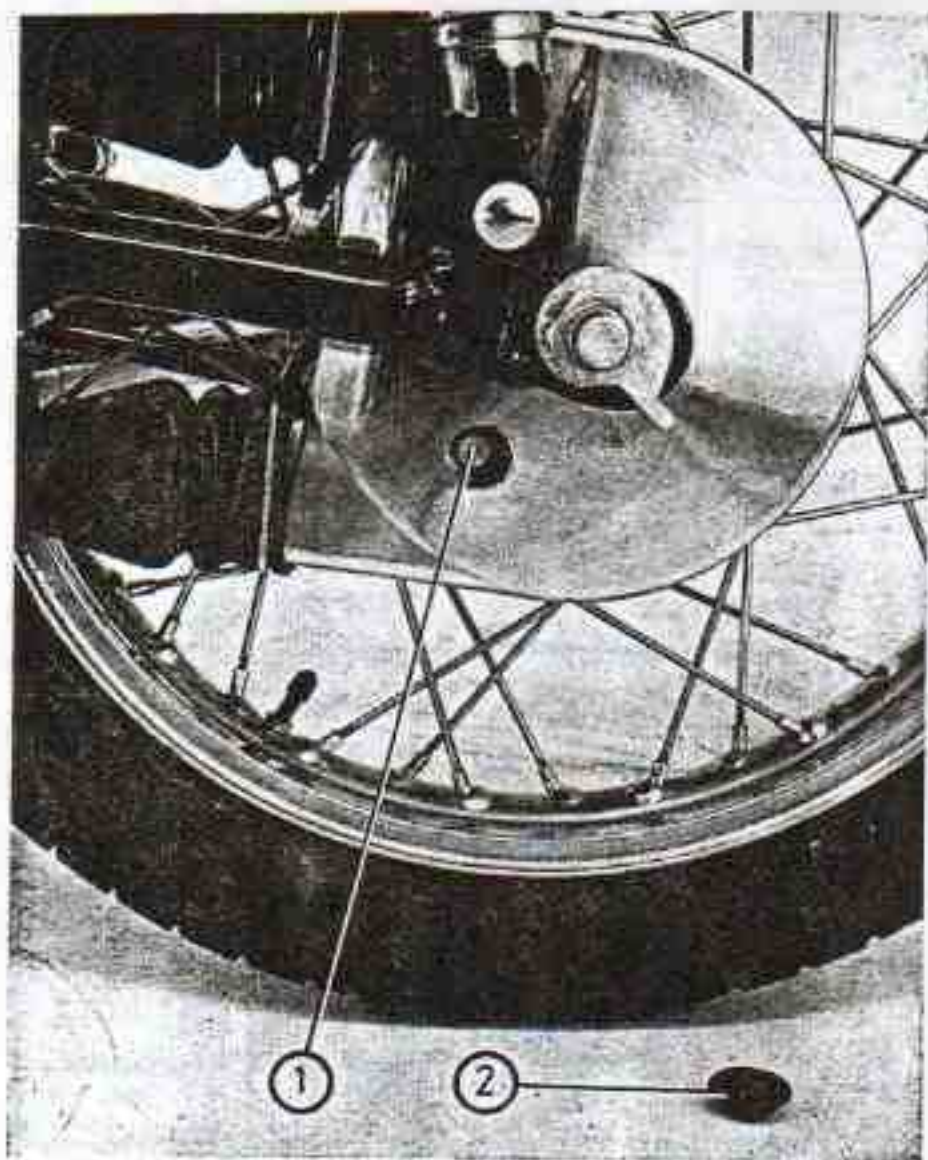

Fig. 10
1. **Chain arrière.** Utiliser pour son graissage de l'huile SAE 20 □ dont la viscosité la rend très pénétrante. Pour effectuer cette opération, appuyer la moto de façon que la roue arrière tourne librement et appliquer sur la partie le point indique dans la fig. 10. En cas de forte pluie et de boue, on obtient la meilleure protection en utilisant des graisses synthétiques type BARBATIA 4 (Shell), GRIPPA 40S (Castrol) ou SUPERGRAS 281 (Sopral).
1. **Rear Chain.** For lubrication use SAE 20 □ which is highly penetrating because of its fluidity. To do so, prop the motorcycle so that the rear wheel is off the ground (see figure 10).